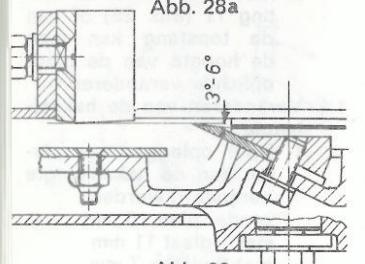

Abb. 29
b. Darauf achten, daß der Hinterschliff (3-6°) nach Abb. 29 erhalten bleibt.
a. blades must be adjusted singly the suit counterblade (20); the blades should not touch the counterblade, but clearance should be not more than 0.5 mm;
b. ensure that the relief of 3-6° (Fig. 29) is preserved.
b. Veiller à ce que la dépouille (3-6°) reste conforme à la fig. 29.
Fare attenzione che l'angolazione posteriore d'affilamento (3-6°) venga mantenuta (fig. 29).
b. Let U er op, dat de geslepen snede ongeveer 3-6° naar achteren afvalt (afb. 29).